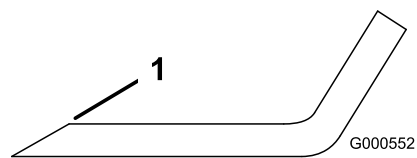

Figura 90
1. Affilate i taglienti da entrambe le estremità della lama con una lima (Figura 90).
**Nota:** Se la lama non è bilanciata, limate del metallo soltanto dalla costa (Figura 90).